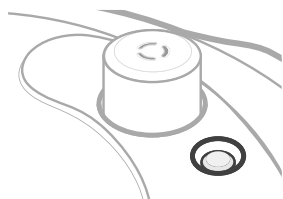

Figura 9.6
10. La valvola galleggiante si abbasserà per indicare che la pressione è stata completamente rilasciata. **[Figura 9.6]**